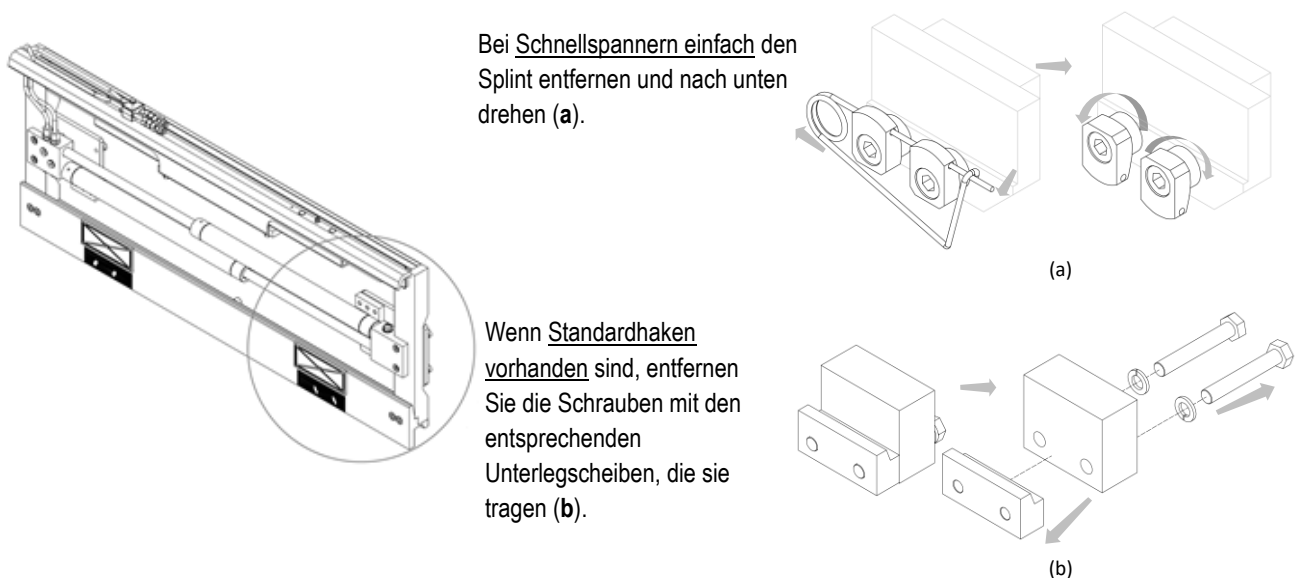

Abbildung 10
4. Entfernen Sie die unteren Haken vom Anbaugerät (siehe Abbildung 10).